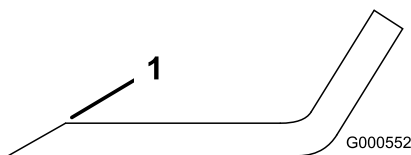

Figura 92
- Utilice una lima para afilar el filo de corte en ambos extremos de la cuchilla (Figura 92).
Nota: Si la cuchilla no está equilibrada, rebaje algo el metal en la parte de la vela solamente con una lima (Figura 92).